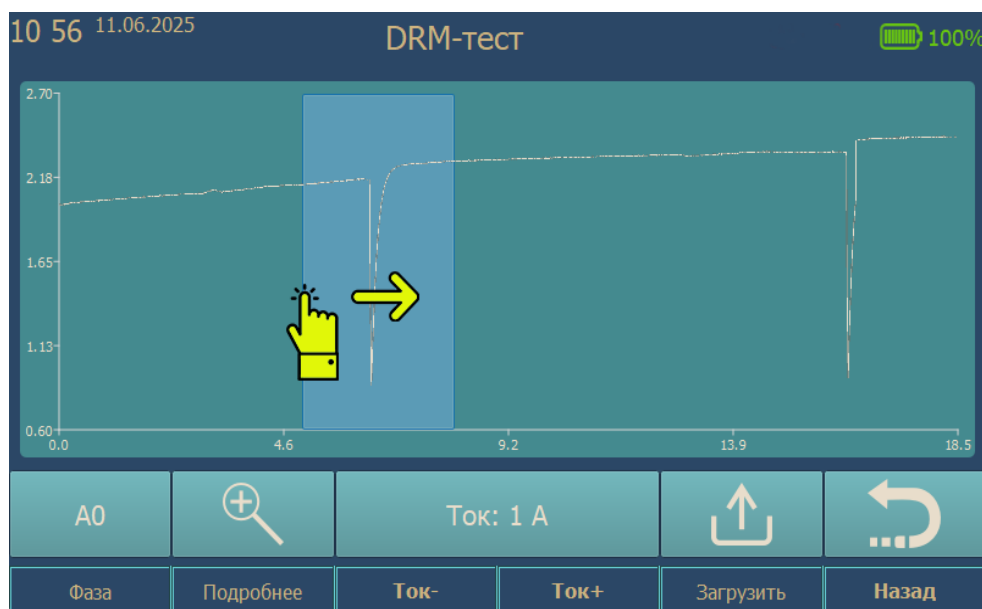

Рис. 17. Выделение фрагмента графика
- Для выделения фрагмента графика для более подробного просмотра необходимо коснуться панели графика и не отрывая пальца от экрана движением вдоль оси времени выделить необходимую часть рис. 17.